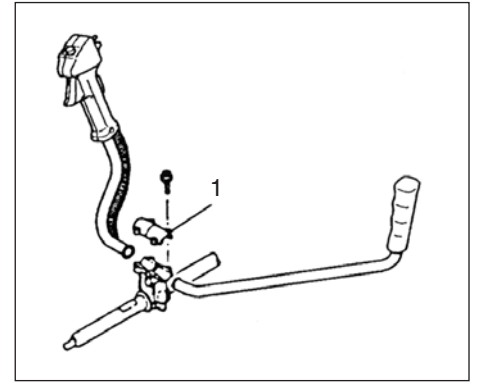

Fig. 1-2
Fjern håndtakfestet (1) fra monteringen. (Fig. 1-2)